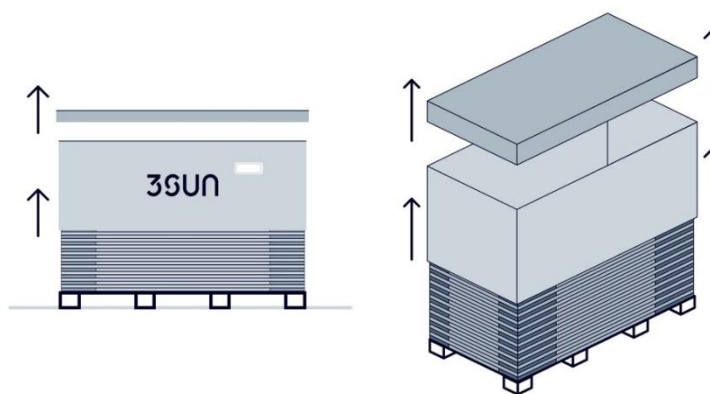

Figura 22: Rimozione del coperchio e dell'imballaggio perimetrale della scatola.
- b) Rimuovere prima il tappo di cartone della scatola e successivamente l'imballo di cartone perimetrale (Figura 22).